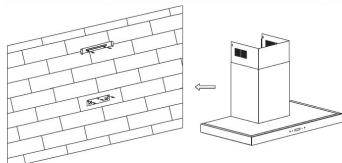

Abb. 4
4. Montieren Sie die Dunstabzugs-Haube an der Halterung. Siehe Abb. 4.